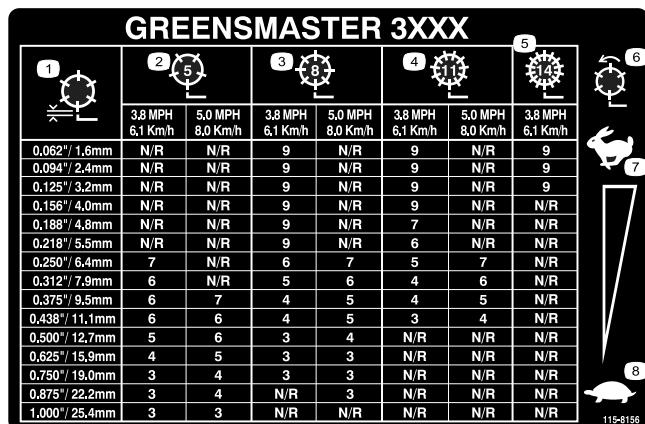

Figura 36
- Utilizando o gráfico apropriado (Ver Figura 36) para as unidades de corte de 5, 8, 11 ou 14 lâminas, escolha a velocidade adequada dos cilindros.